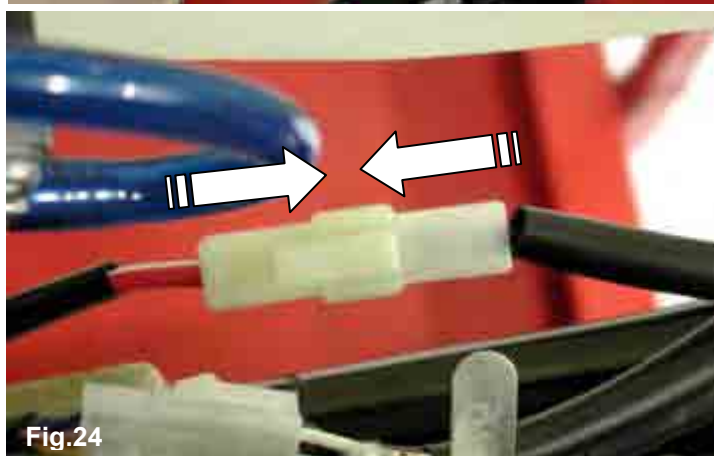

Fig.24
-CONNECT THE ONE WAY TERMINAL FROM THE ELECTRIC STARTER WITH THE ONE WAY TERMINAL ON THE HARNESS. (SEE FIG.24).